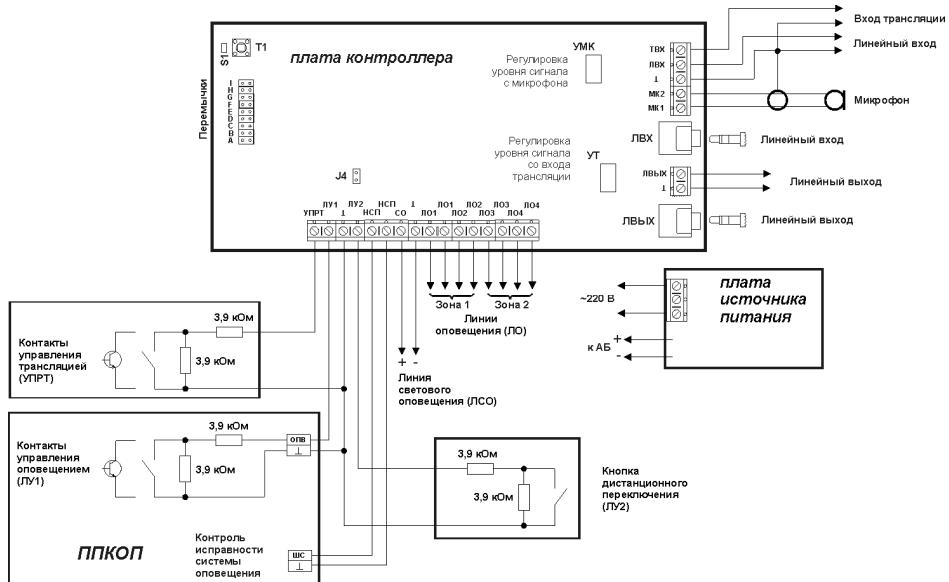

Рис. 1 Схема подключения прибора «Рокот-2»
При необходимости размещение в зоне оповещения максимального количества АС (до 20 АС-2-2 или до 8 АС-2-1) с использованием только одной линии оповещения допускается объединение выходов ЛО путем установки перемычки между левыми (по рис.1) клеммами выходов ЛО1 и ЛО2 (ЛО3 и ЛО4). Собственное сопротивление проводников такой ЛО должно быть не более 1,5 Ом.
- К клеммам «220В» платы прибора подсоедините кабель сетевого питания (см. рис.1). Подайте на прибор напряжение сети ~220 Вт 50 Гц.
- Снимите перемычку «А» (см. рис.1) и дождитесь прохождения проверки состояния линий оповещения (не более 20 секунд).
- в дежурном режиме работы, открыв крышку прибора, нажать кнопку Т1 на плате контроллера (см. рис.1) и удерживать до загорания индикатора S1.
Переход в тестирование системы происходит из дежурного режима при снятии перемычки «С» (см. рис. 1). Пока снята эта перемычка, индикатор НЕИСПР мигает зеленым, контакты выхода «Неправильность» разомкнуты.